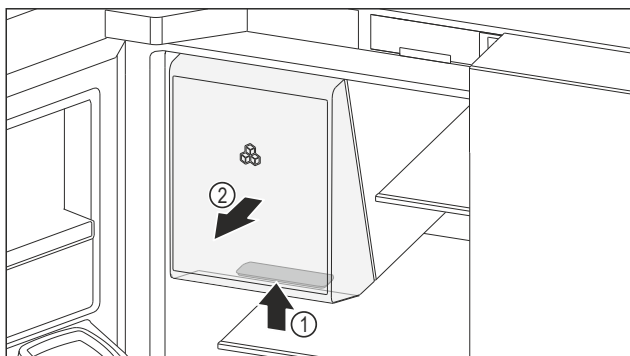

Fig. 160 Wyjmowanie komory na lód
- ▶ Chwycić uchwyt wpuszczany Fig. 160 (1) na dole komory na lód i równomiernie pociągnąć komorę na lód w przód Fig. 160 (2).